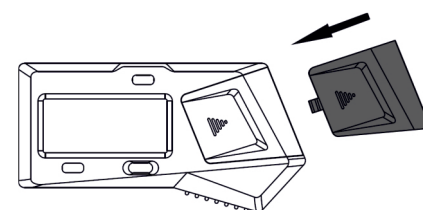

Abb. 3
- » Setzen Sie den Batteriefachdeckel wieder auf (Abb. 3).